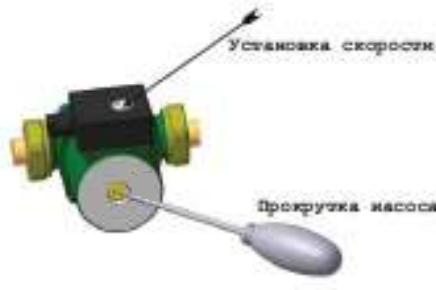

Рис. 24
8.4 В начале отопительного сезона перед запуском прибора необходимо проверить, не заблокирован ли вал циркуляционного насоса отложениями или накипью. Для этого снимите лицевую панель (1) рис.1, предварительно отсоединив блок управления (3), в соответствие с п. 4.3, затем отвинтите защитный колпачок и поверните вал двигателя с помощью отвертки по стрелке (рис.24). Установите защитный колпачок на место. Первый пуск насоса проведите на максимальной скорости. Работа может быть выполнена без привлечения специалиста сервисного центра.